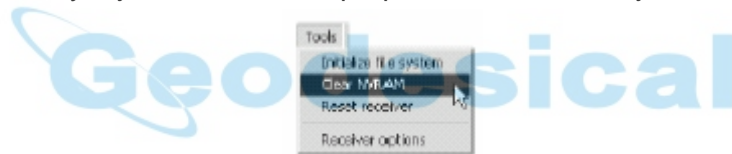

Figura 4-12. Borrado de la memoria NVRAM con PC-CDU
2. Haga clic en **Herramientas ► Limpiar NVRAM** (Figura 4-12). El LED REC parpadeará en color verde y rojo. El LED STAT parpadeará en color rojo.